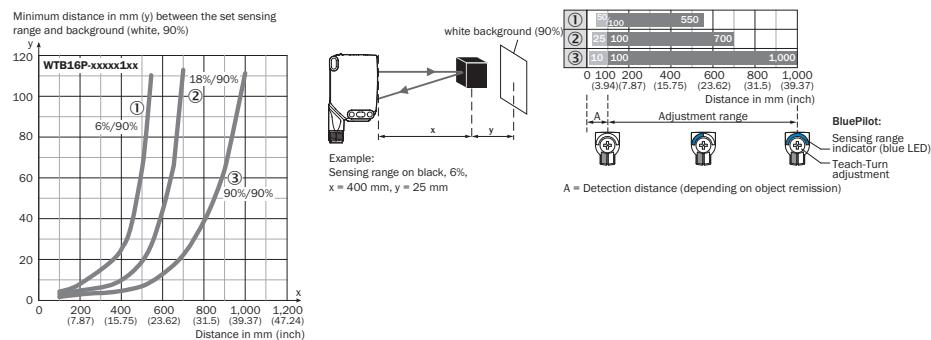

Figura 63: Curva característica 1, WTB16P-xxxxx1xx,
La distancia mínima ($= y$) para la supresión de fondo se puede determinar a partir del diagrama [figura 63 ①] tal como sigue: